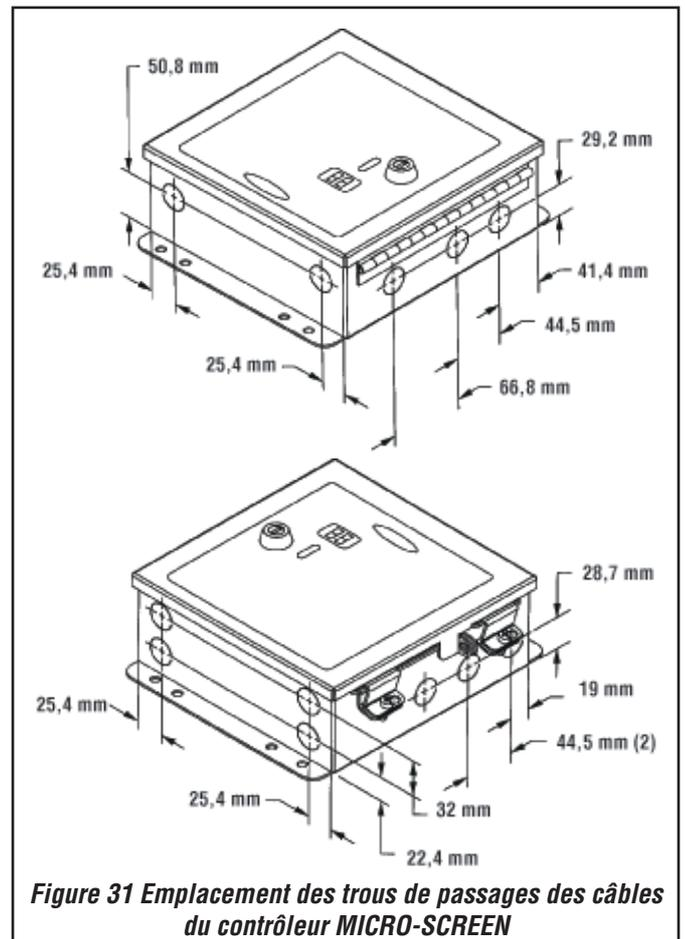
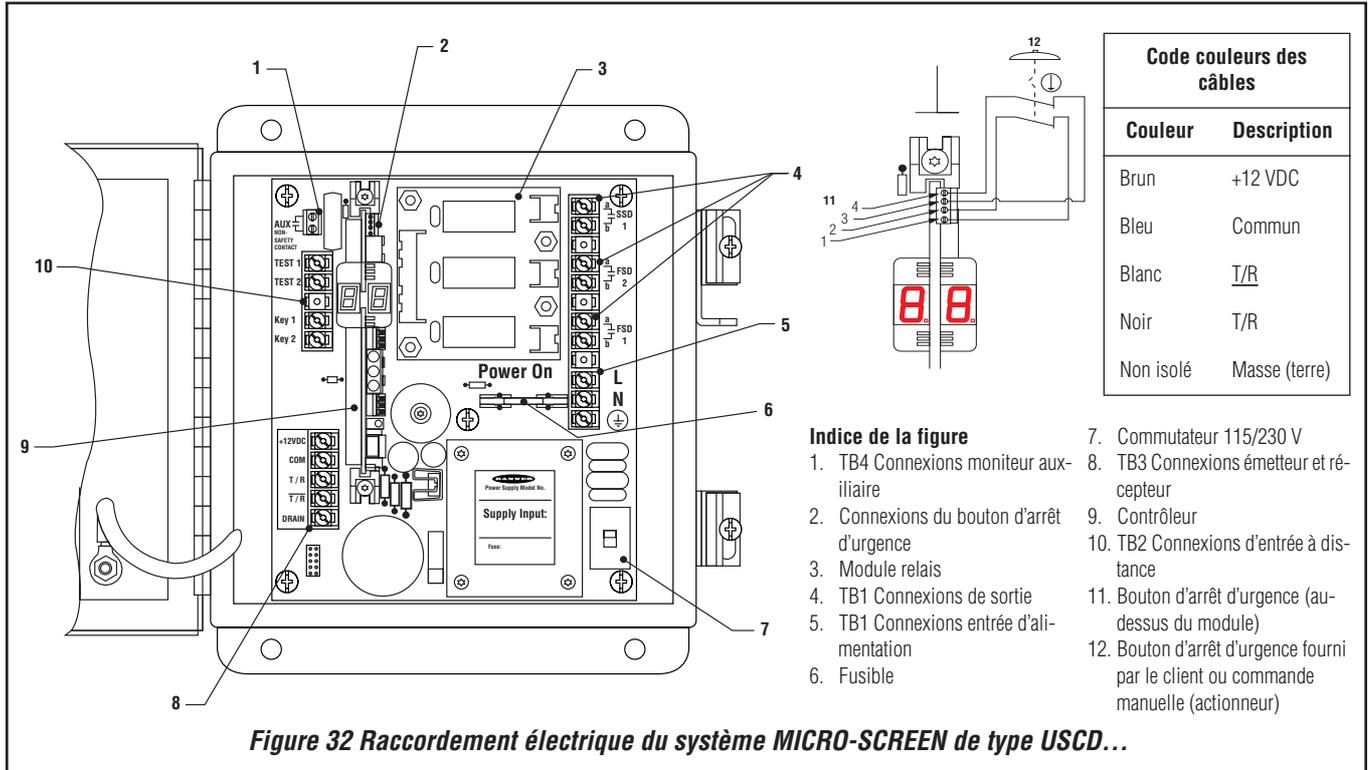
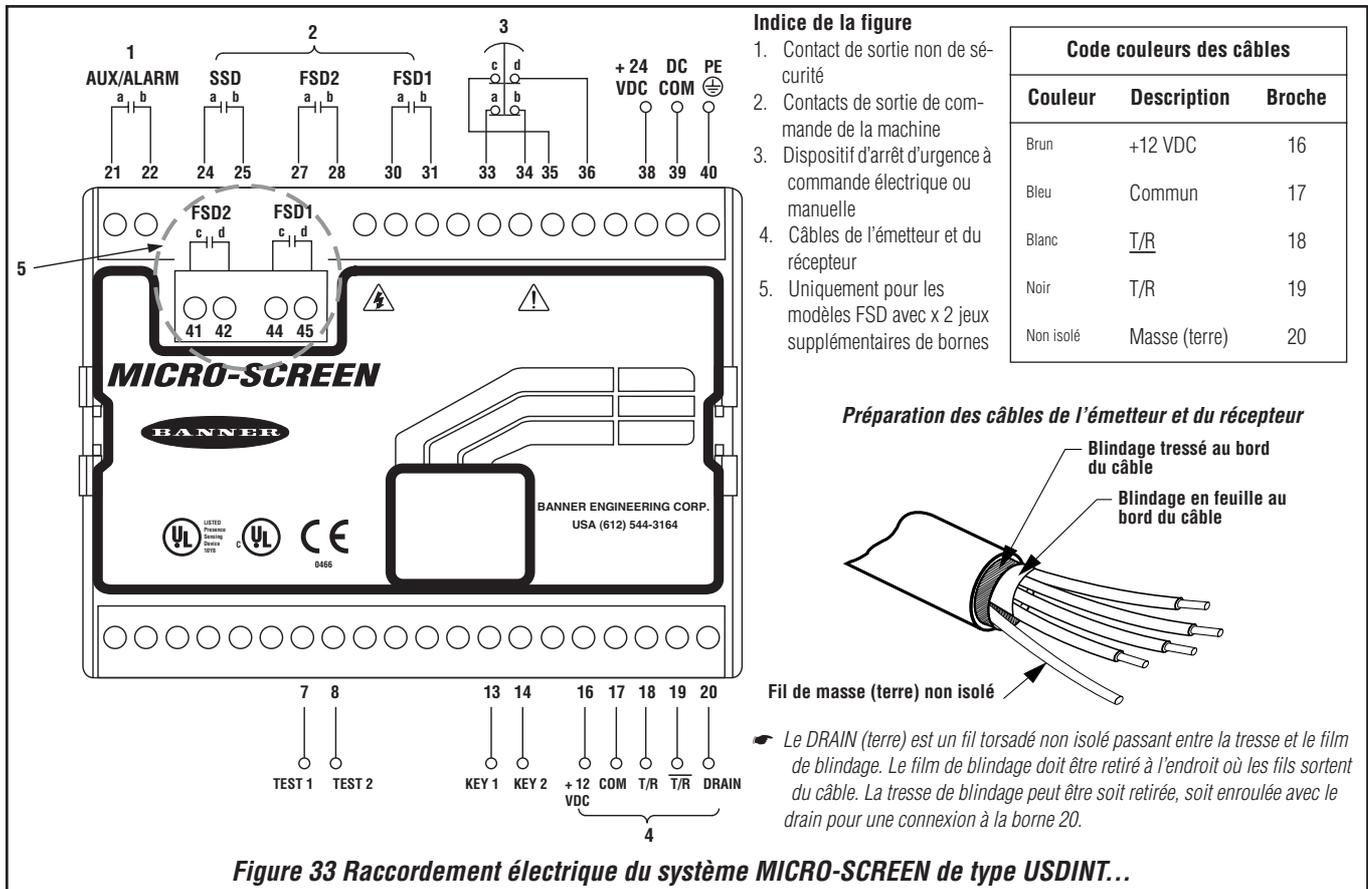

Figure 31 Emplacement des trous de passages des câbles du contrôleur MICRO-SCREEN
Figure 32 Raccordement électrique du système MICRO-SCREEN de type USCD...
Figure 33 Raccordement électrique du système MICRO-SCREEN de type USDINT...
☛ Pour les contrôleurs de type USCD... uniquement, passez les câbles de l'émetteur et du récepteur par les trous pré-perforés du contrôleur, le plus près possible du bornier TB3 (voir Figure 31 page 31 et Figure 32 page 32).
NE fixez PAS les câbles avant d'être certain que le routage est correct (voir Figure 32 page 32 et Figure 33 page 32). La tresse de blindage du câble peut être retirée ou enroulée avec le drain (terre) sur le bornier du contrôleur.
de la carte de contrôle auxquels ils seront raccordés (voir Figure 31 page 31 et Figure 32 page 32).
Les câbles de l'interrupteur à clé se raccordent aux borniers 13 et 14 du contrôleur (voir la Figure 33 page 32).
Le contrôleur MICRO-SCREEN dispose d'un circuit d'entrée permettant le raccordement d'un bouton d'arrêt d'urgence (en option) (aux bornes 33 à 36 pour les contrôleurs de type USDINT... et aux bornes 1 à 4 pour les contrôleurs de type USCD...). Comme l'illustrent les Figure 32 page 32 et Figure 33 page 32, les deux contacts du bouton d'arrêt d'urgence sont fermés lorsqu'il est en position RUN (armé ou dégagé). Une fois engagé, l'interrupteur doit verrouiller mécaniquement les deux contacts en position « ouvert ». L'interrupteur ne peut repasser en position « contacts fermés » que par une action délibérée telle que retrait, déverrouillage, etc.
- 1) Raccordez les deux pôles du bouton d'arrêt d'urgence ou de la commande manuelle (actionneur) comme illustré dans la Figure 32 page 32 et Figure 33 page 32.
☛ Les deux contacts du bouton d'arrêt d'urgence doivent être utilisés. Les interrupteurs représentés dans les Figure 32 page 32 et Figure 33 page 32 sont armés, c.-à-d. avec les deux contacts fermés.
Les deux câbles se raccordent au bornier TB3 (voir Figure 32 page 32).
☛ Pour les contrôleurs à montage DIN du type USDINT..., les câbles de l'émetteur et du récepteur doivent être amenés aux bornes 16, 17, 18, 19 et 20 situées sur le côté droit du contrôleur (Figure 33 page 32).